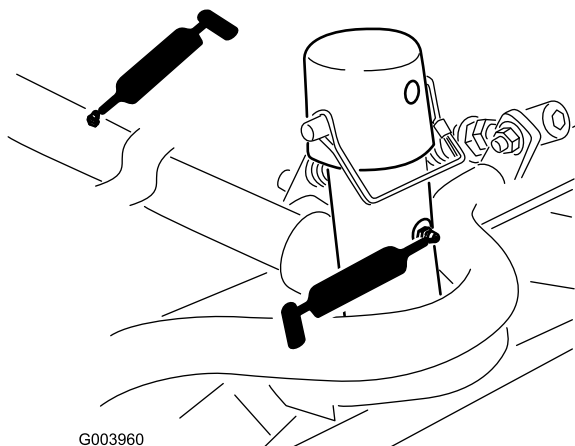

Bild 43
- Mähwerkträgerrahmen und Drehzapfen (2 Stück) (Bild 43)